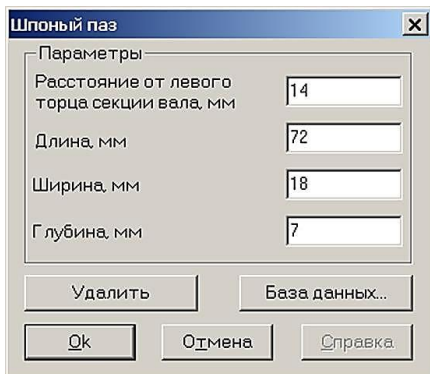

Рис. 16
**Создание шпоночных канавок.** В рассматриваемом примере на цилиндрической секции вала длиной 100 мм требуется создать шпоночную канавку, закругленную с обоих концов. Для этого следует вначале нажать кнопку «Закругленная шпонка» (меню *Задать / Шпонка / Закругленная с двух сторон*) и установить указатель курсора в точке начала шпоночной канавки (точка определяется приблизительно). Затем нужно нажать левую кнопку мыши и, не отпуская ее, создать прямоугольник, длина которого будет примерно соответствовать длине шпоночной канавки. Текущие значения размеров создаваемой шпоночной канавки динамически отображаются в строке статуса. В полях ввода открывшегося диалогового окна «Шпоночный паз» (рис. 16) уточняем параметры создаваемой шпоночной канавки (в соответствии с заданным по условию чертежом вала):